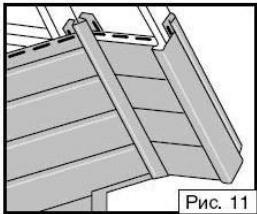

Рис. 11
- Внутренний угол - для крепления сайдинга на внутренних углах. Так же применяется на стыке подшивки вертикальной стены фронтона и нижней части выступающей крыши. (рис. 11, 14).